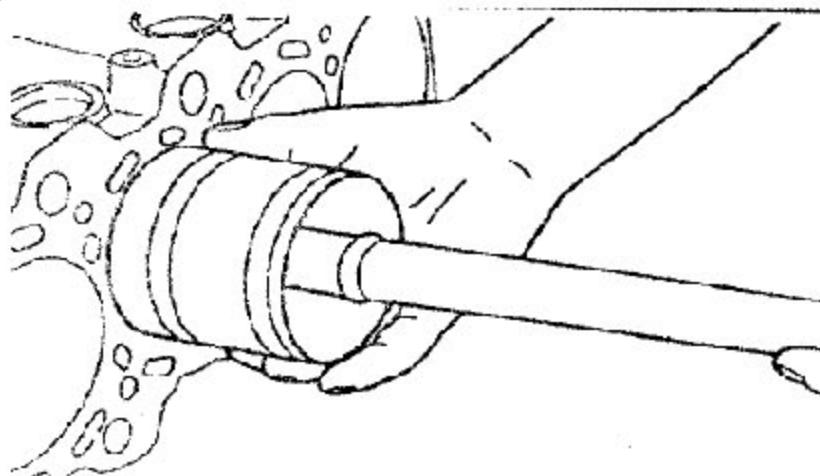

图 3-52
d). 如图 3-52 所示, 用适当的活塞环压缩工具将活塞环压紧, 然后将活塞和连杆一起压入气缸。不得用力敲击活塞, 否则活塞环可能会断裂, 连杆轴颈可能会产生裂纹。